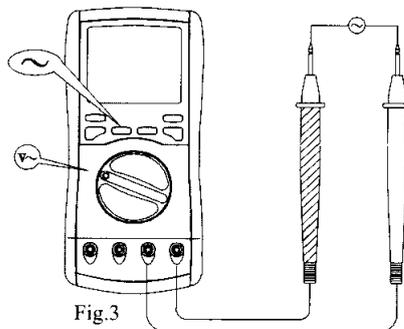

Fig.3
3. Измерение переменного напряжения (ACV) (Fig.3)